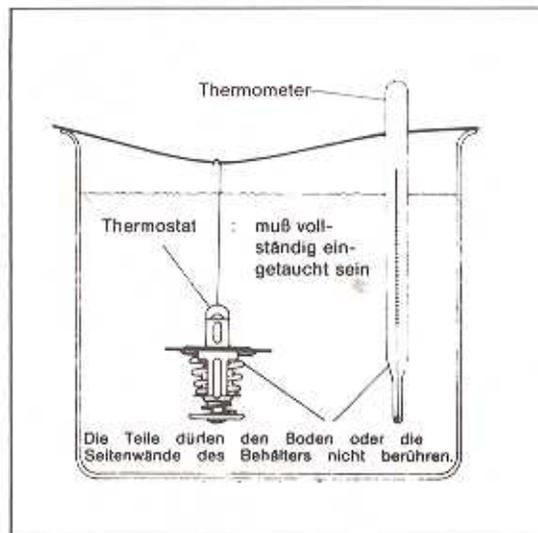

Bild 88
- Den Thermostat an einem Faden in ein mit Wasser gefülltes Gefäß hängen (Bild 88).